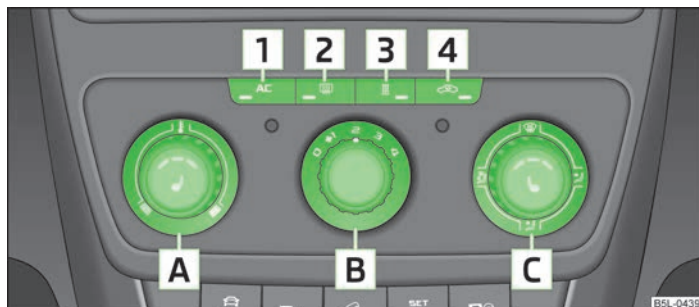

Fig. 90 Sistema de aire acondicionado: Elementos de mando
El sistema de refrigeración funciona sólo si se pulsa la tecla **AC** **1** » fig. 90 de la página 87 y se cumplen las siguientes condiciones:
- Girar el regulador giratorio **A** » fig. 90 hacia la derecha para elevar la temperatura.
- Girar el conmutador del ventilador **B** » fig. 90 a una de las posiciones, 1 a 4, para conectar el ventilador.
- Pulsar la tecla **4** para cerrar la entrada de aire fresco » fig. 90.
- Con el regulador de distribución de aire **C** » fig. 90, se regula el sentido de salida del aire » página 84, *Difusores de salida de aire*.
- Pulsar la tecla **1** » fig. 90. En la tecla se encenderá el testigo de control.
- Pulsar la tecla **2** » fig. 90. Para más información » página 50, *Calefacción del parabrisas y la luneta posterior*.
- Pulsar la tecla **3** » fig. 90 para conectar/desconectar directamente la calefacción adicional (calefacción y ventilación independiente). Para más información » página 92, *Calefacción adicional (calefacción y ventilación independiente)*.
- El piloto de control en la tecla **1** » fig. 90 se ilumina después de la conexión, incluso si no se cumplen todas las condiciones para el funcionamiento de sistema de refrigeración » página 86, *Información preliminar*. Al encenderse el testigo de la tecla se señalará la disponibilidad del sistema de refrigeración.
- Elementos de mando **A**, **B**, **C** y las teclas **1** y **4** » fig. 90 de la página 87.
- Pulsar la tecla  **4** » fig. 90 de la página 87, en la tecla se encenderá el testigo.
Si el regulador distribuidor de aire **C** » fig. 90 de la página 87 se encuentra en la